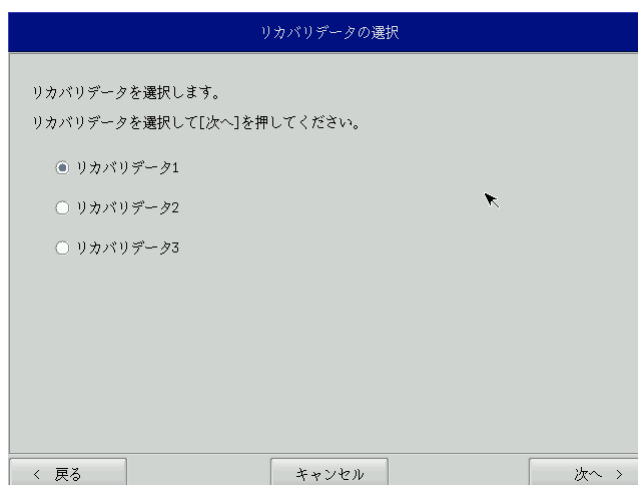

図 6-2-2. リカバリデータ選択画面
- ⑥ リカバリデータ選択画面（図 6-2-2）が表示されます。製品に合わせてリカバリデータを選択し、[次へ] ボタンを押します。表 6-2-1 に MT シリーズで選択できるリカバリデータを示します。